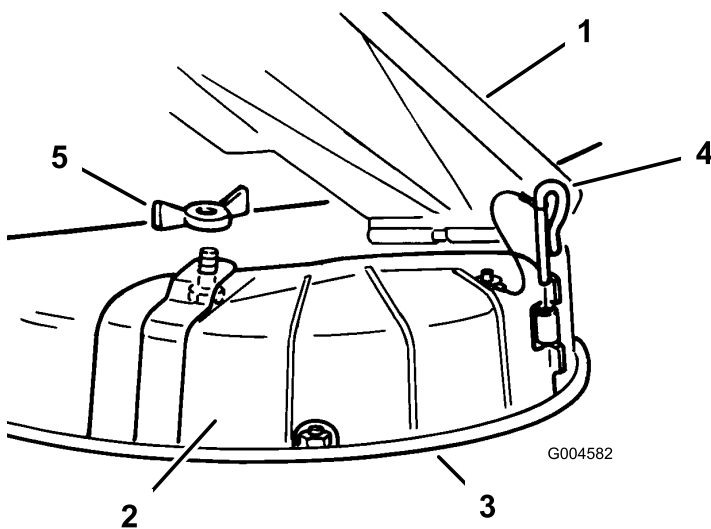

Figure 11
3. Retirez l'écrou à oreilles et le boulon qui fixent l'obturateur d'éjection en place (Figure 11).
4. Enlevez l'axe de charnière qui fixe l'obturateur au plateau de coupe (Figure 11).
3. Soulevez le déflecteur d'herbe et placez l'obturateur d'éjection sur l'ouverture et le bord inférieur du carter du plateau de coupe, avant de l'insérer dans la charnière avant (Figure 11).
4. Insérez l'axe dans la charnière (Figure 11).
5. Fixez l'obturateur d'éjection à la tondeuse à l'aide de l'écrou à oreilles (Figure 11).